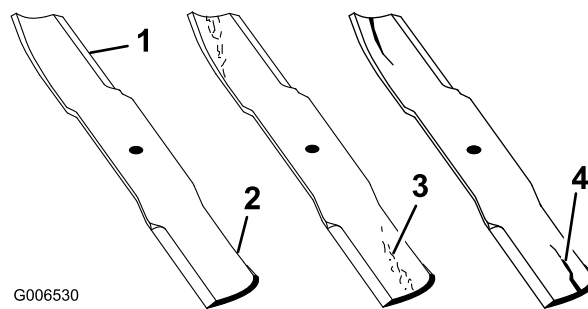

Bild 51
1. Untersuchen Sie die Schnittkanten (Bild 51). Entfernen und schärfen Sie die Messer, wenn die Schnittkanten nicht scharf sind oder Auskerbungen aufweisen. Siehe Schärfen der Messer“.
2. Prüfen Sie die Schnittmesser, insbesondere den gebogenen Bereich (Bild 51). Sollten Sie Schäden, Verschleiß oder Rillenbildung in diesem Bereich
feststellen (Punkt 3 in Bild 51), montieren Sie sofort ein neues Schnittmesser.